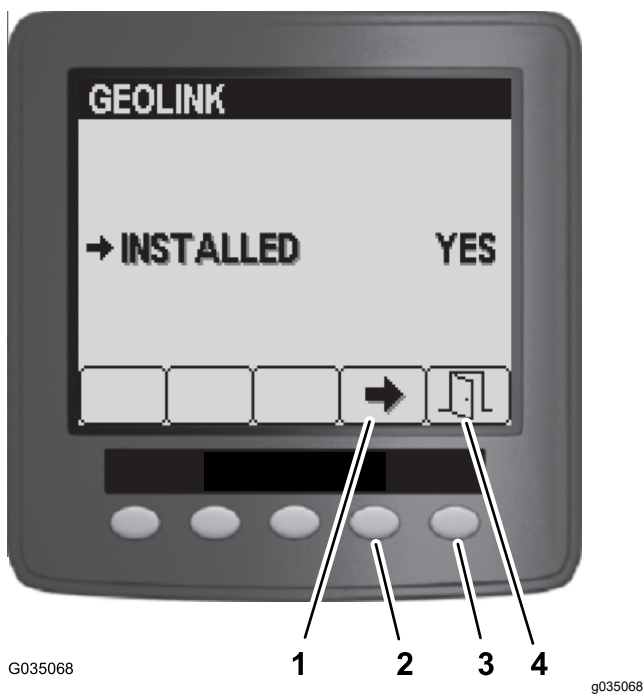

Рисунок 187
5. В меню GeoLink нажмите кнопку 4, чтобы выбрать вариант Yes (Да), а затем нажмите кнопку 5, чтобы сохранить выполненные настройки и выйти из этого меню (Рисунок 187).